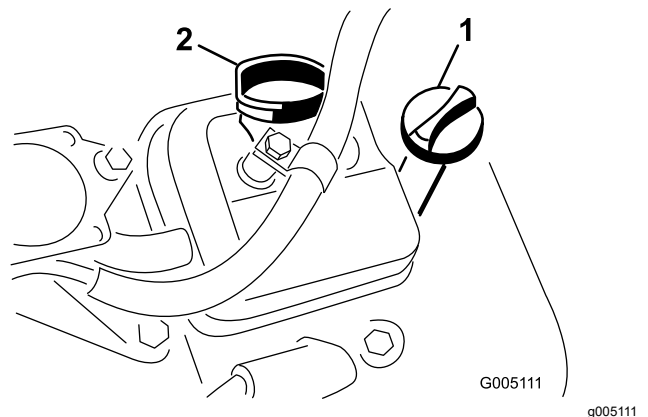

Figure 32
3. Remettez la jauge dans le tube et vissez-la dedans (Figure 32).